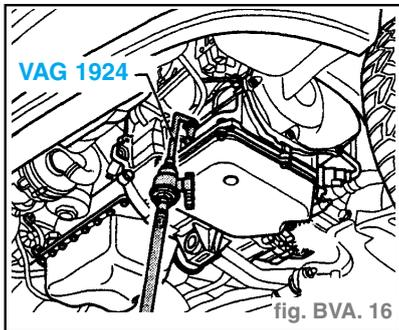

fig. BVA. 16
- Faire l'appoint d'ATF à l'aide du **VAG 1924**, jusqu'à ce que l'ATF s'écoule de l'alésage de contrôle (flèche). (fig. BVA. 16)
- Introduire **3 litres** d'ATF à travers le tube de remplissage avec **VAG 1924**. (fig. BVA. 16)